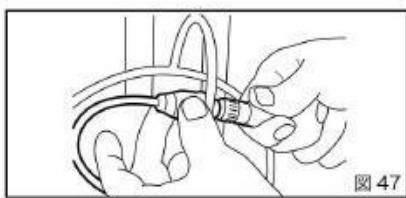

図 47
④カメラケーブル側コネクタのケーブルリングを回し固定します。(図 47)